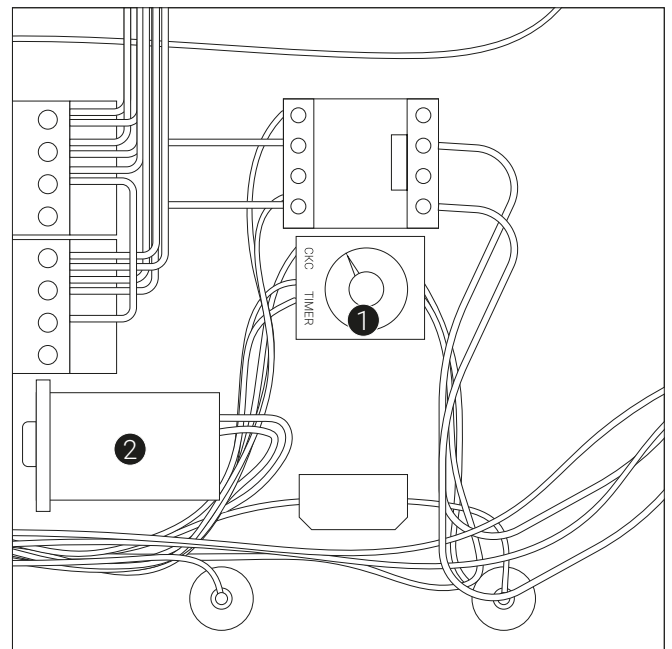

Рис. 7
**9.4.14.** Осуществить настройку парогенератора путем настройки таймера и термостата (см. рис. 7 поз. 1, 2). Для большинства случаев достаточно термостатом определить температуру 200°C, а таймером 3 секунды (примерно четыре распыления в цикле нагрева). При необходимости увеличить температуру и количество пара, выставить большую температуру термоста-